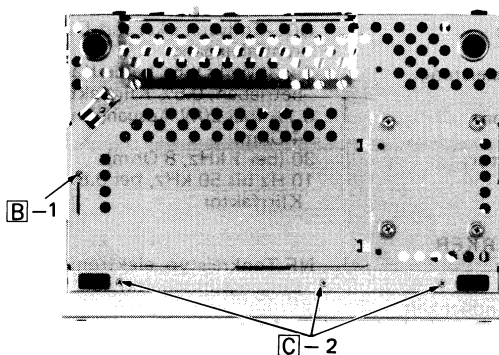

Figure 4-2
1. Remove one screw at the bottom plate, and take the bottom plate off. See Fig. 4-2.
2. Remove three screws at the front panel. See Fig. 4-2.
1. Die einzelne Befestigungsschraube der Bodenplatte herausdrehen und die Bodenplatte entsprechend entfernen. Siehe Abbildung 4-2.
2. Die drei Befestigungsschrauben der Frontplatte entfernen. Siehe Abbildung 4-2.
1. Déposer la vis de la plaque de base et déposer la plaque de base. Voir la Fig. 4-2.
2. Déposer les trois vis du panneau avant. Voir la Fig. 4-2.